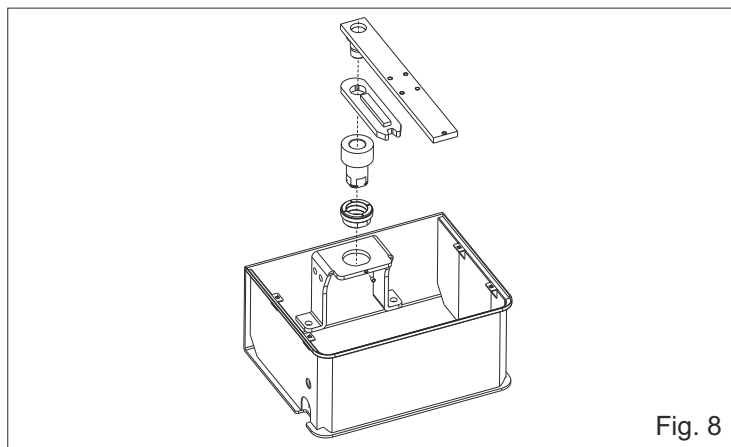

Fig. 8
2.4. introduire la boucle dans la caisse et la fixer avec la vis spéciale (Fig 8)
2.5. insérer les ensembles comme en Fig. 8